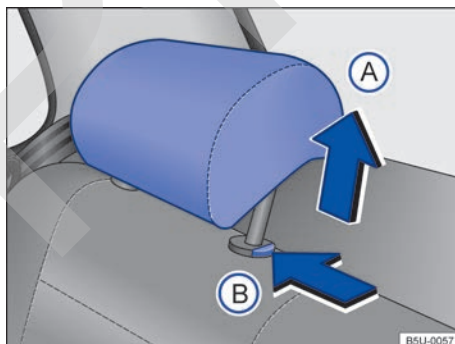

Fig. 76 Remover el apoyacabezas trasero.
- Presionar la tecla → **fig. 76 (B)** en el sentido de la flecha. Retire el apoyacabezas presionando el botón.
- Empuje el apoyacabezas hacia abajo con el botón → **fig. 76 (B)** presionado.